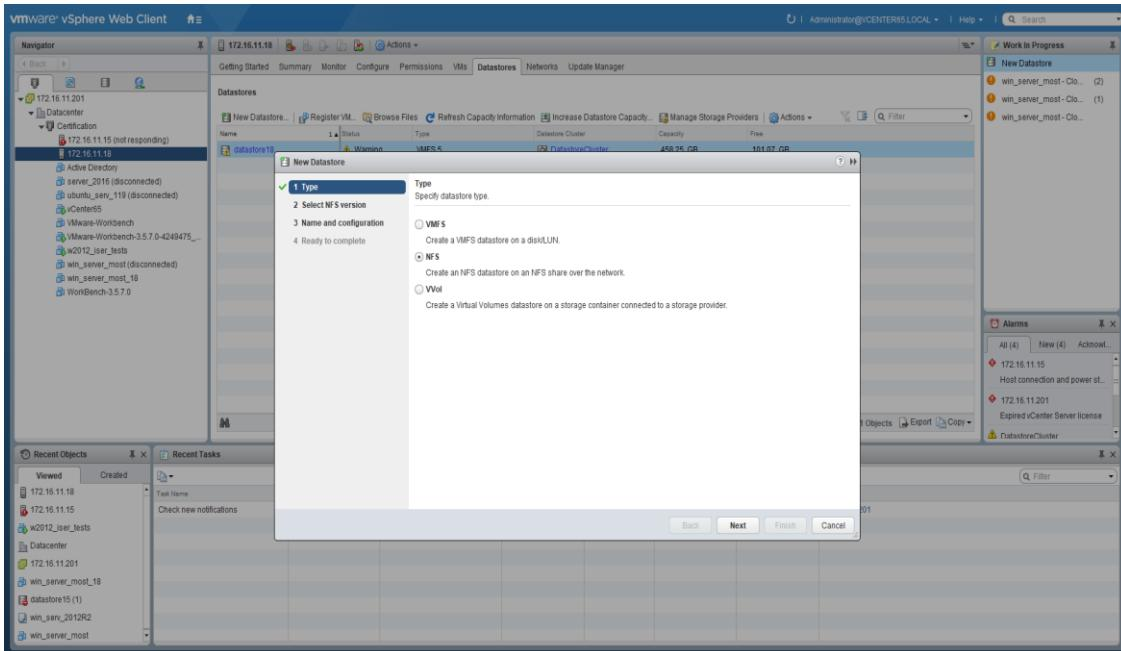

Рисунок 108. Окно выбора типа Datastore
4. Выберите тип datastore - «NFS» (см. Рисунок 108)